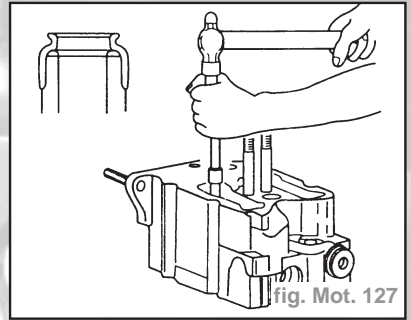

fig. Mot. 127
- Reposer les bagues d'étanchéité neuve de queue de soupape, utiliser un outil approprié (fig. Mot. 127).